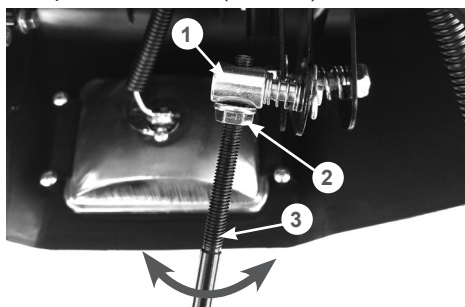

Рис. 17 Регулировка длины туги рычага переключения передач
- если данное условие не выполняется, отсоедините нижний конец туги переключения передач, ослабьте затяжку контргайки 2 на верхнем конце туги 3 и произведите корректировку положения фрикционного колеса, выкручивая/закручивая тугу во втулку 1 крепления туги (Рис. 17);